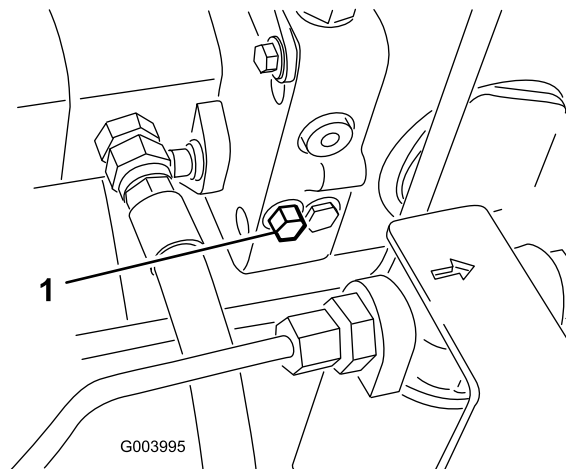

图22
1. 旁通阀位于静液压泵的左侧（图22）。将螺栓旋转 1-1/2 圈，打开旁通阀并允许油在内部分流。由于液体被分流，机器可以缓慢移动，而不会损坏传动装置。